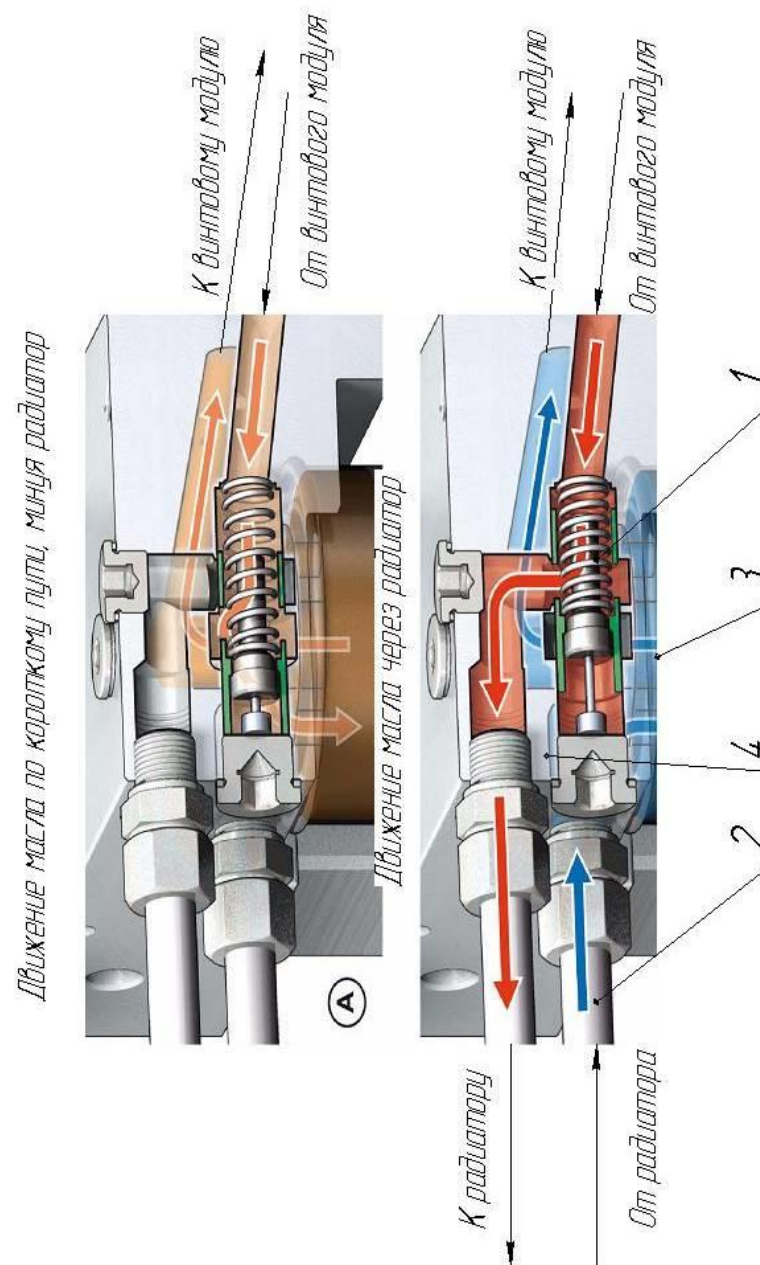

Рисунок 12. Термостат.
4.1.5 Масляный термостат (рис.12) предназначен для управления маслостокотом в зависимости от его температуры.